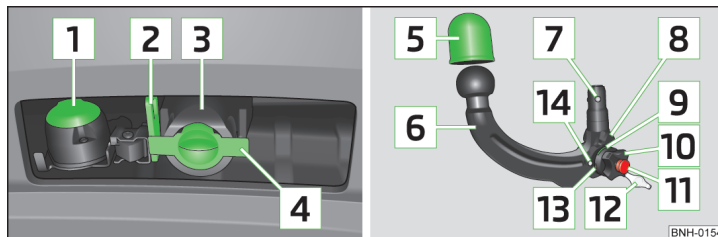

Fig. 100 Suportul dispozitivului de tractare / tija cuplei
Suportul dispozitivului de tractare și tija suplei sferice » fig. 100
- > Scoateți masca pentru locașul de fixare » fig. 100 la pagina 112 trăgând în jos.
- Puneți masca pentru locașul de fixare **4** » fig. 100 la pagina 112.